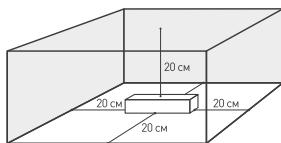

Рис. 1. Свободное пространство вокруг источника
- 4.2. Для естественной вентиляции обеспечьте свободное пространство вокруг источника питания не менее 20 см, как изображено на рис. 1. При невозможности обеспечить свободное пространство используйте принудительную вентиляцию. Не соединяйте параллельно выходы двух и более источников питания.